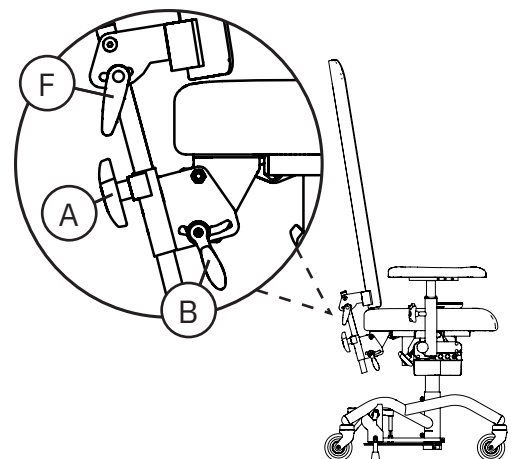

Abb. 5.10. Hohe, transparente Rückenlehne
Mit dem Rückenlehnenmechanismus Standard Röntgen können die Höhe der Rückenlehne (A) und die Neigung des Rückenlehnenfunktion (B) verstellt werden. Der Winkel (F) der Rückenlehne ist ebenfalls verstellbar, siehe Abbildung 5.10.